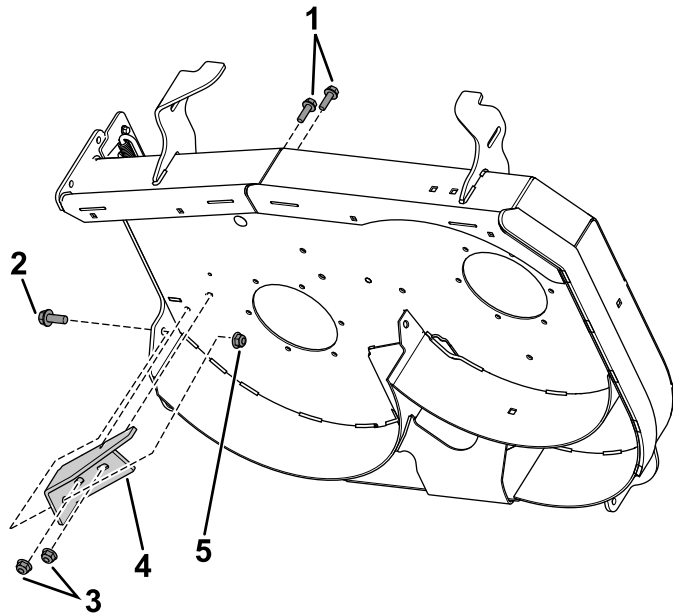

Figura 9
2. **Per i piatti di taglio da 91 cm e 152 cm:** montate il deflettore di scarico con il bordo squadrato con la ferramenta appropriata come mostrato nella Figura 9.